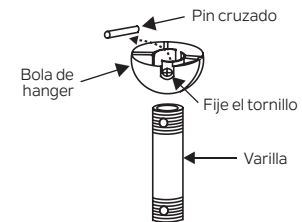

Fig. 7
**Paso 5.** Retire la bola de la percha del conjunto de la varilla descendente aflojando el tornillo de ajuste, desenroscando y quitando el pasador de cruz y desenroscando la bola de la varilla. (Fig.7)